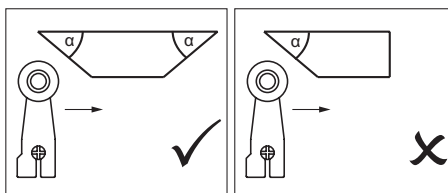

Fig. 1: Forma della camma
- Per evitare che l'elemento di azionamento rimbalzi, la camma deve terminare la corsa gradualmente (vedere Fig. 1).